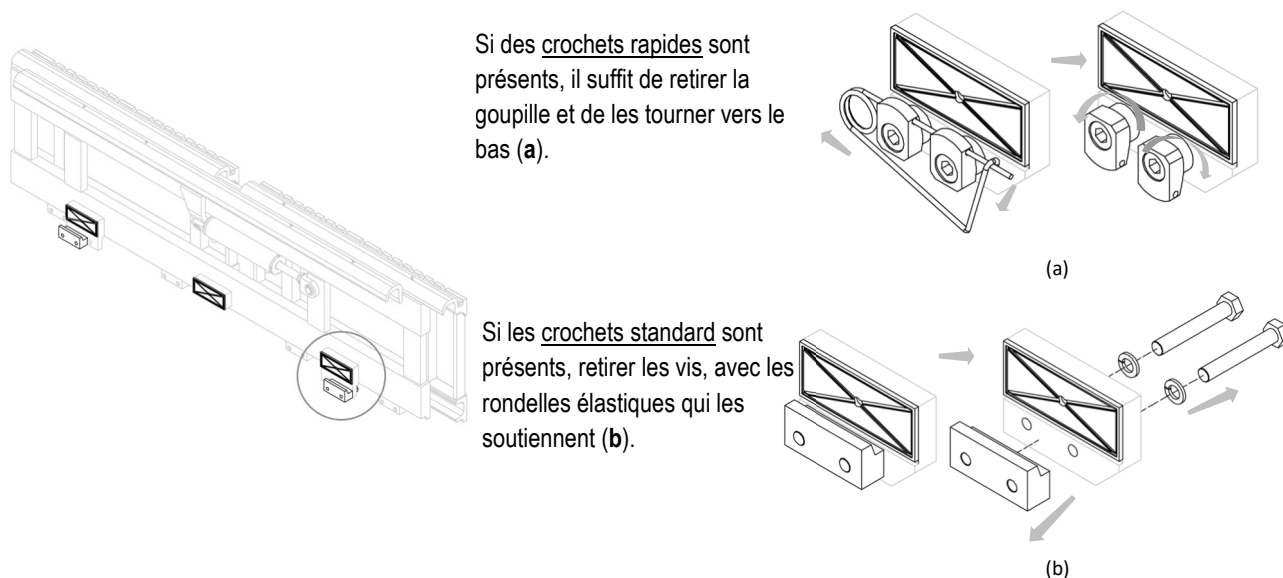

Figure 4
6. Retirer les crochets inférieurs de l'équipement et graisser les patins / rouleaux de guidage (voir Figure 4).